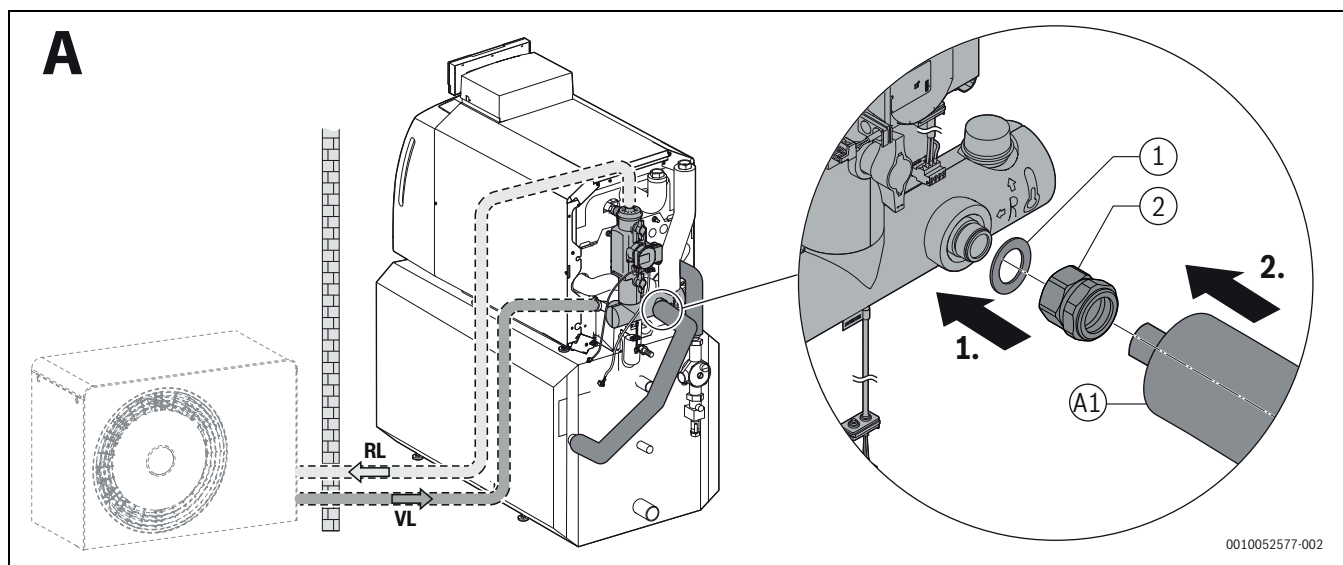

Fig. 7 Montage de la connexion ballon du ballon horizontal, variante A, exemple d'illustration pour taille de chaudière 18 kW
- Assemblage de la tuyauterie connexion ballon pour les ballons horizontaux placés en dessous (→Fig. 7; →notice d'installation à part).
Lors de l'installation avec le ballon horizontal, **variante A** (→ fig. 7), les tuyaux de raccordement doivent être raccourcis si nécessaire.
- Raccourcir et monter les tuyaux conformément à la fig. 7.